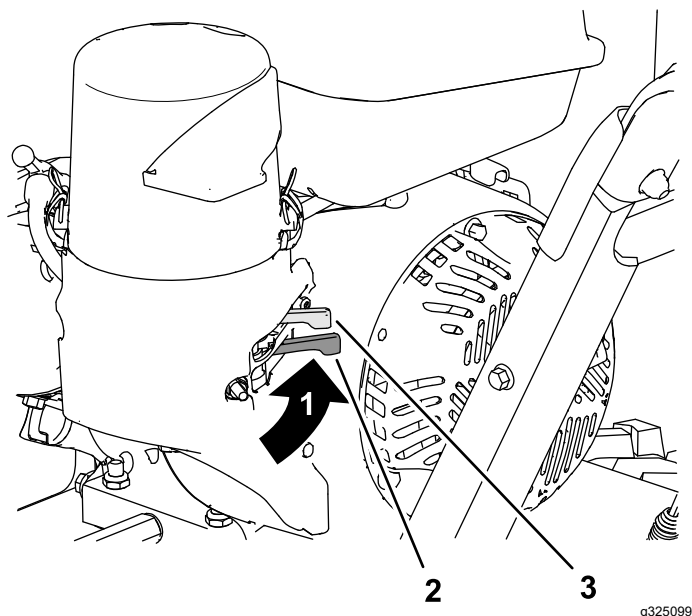

Figura 11
Mueva la válvula de cierre del combustible, situada debajo del estérter, a la derecha para dejar pasar el combustible (Figura 11).
2. En el lado izquierdo trasero del motor, mueva la palanca del estérter hacia la izquierda a la posición de ACTIVADO. Si el motor está caliente, deje el estérter en la posición de DESACTIVADO (Figura 11).
6. Deje que el motor se caliente durante varios minutos, luego mueva el estérter hacia la posición de DESACTIVADO (Figura 11).
5. Utilice la válvula de cierre del combustible para cerrar el paso del combustible cuando no se va a utilizar la máquina durante unos días, antes de aparcarse la máquina dentro de un edificio, o durante el transporte a y desde la obra (Figura 11).